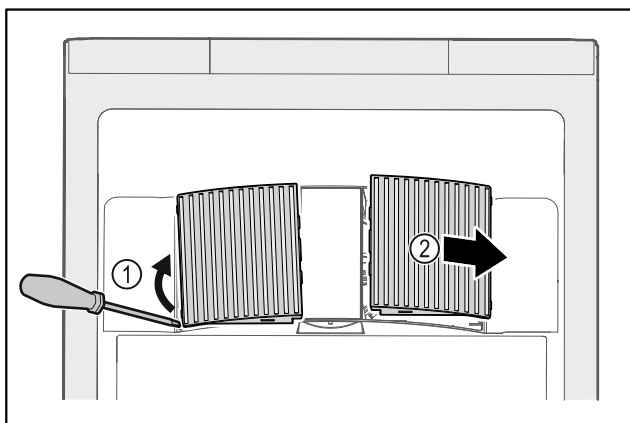

Fig. 152
- ▶ Z boku opatrně vytáhněte ventilátorové kryty Fig. 152 (1) a sejměte je směrem dopředu Fig. 152 (2).